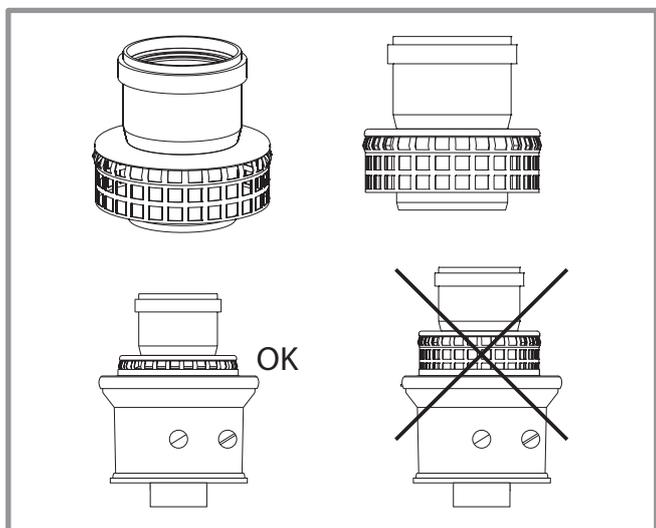

figure 24 - Montage de l'adaptateur cheminée 52264 (B23, B23p)
Rappel : Il est obligatoire d'utiliser l'adaptateur cheminée fourni (ref. 522264) (figure 24).